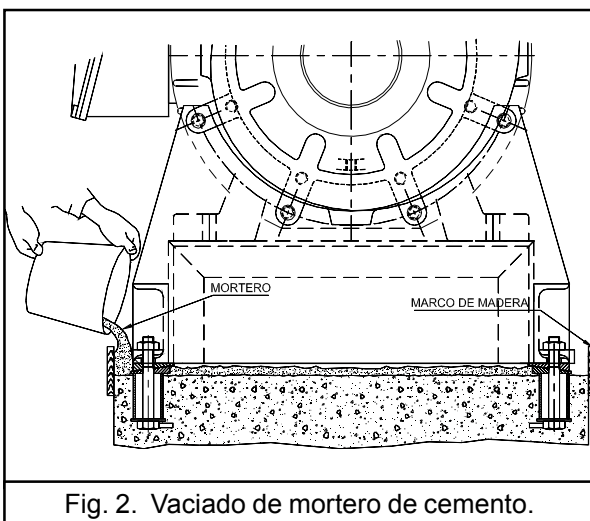

Fig. 2. Vaciado de mortero de cemento.
6.2.3 Vaciado del mortero (Ver Fig. 2)